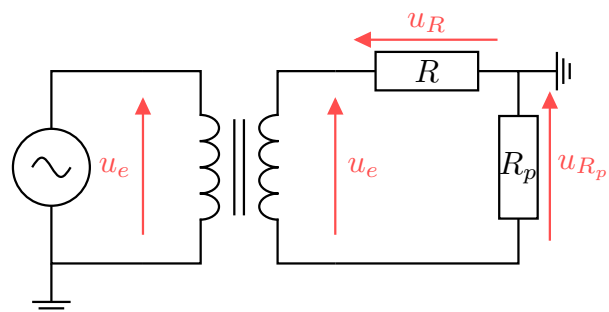

FIGURE 6.3
- ⑥ Faire de même avec le circuit de la Figure 6.3. Conclure.